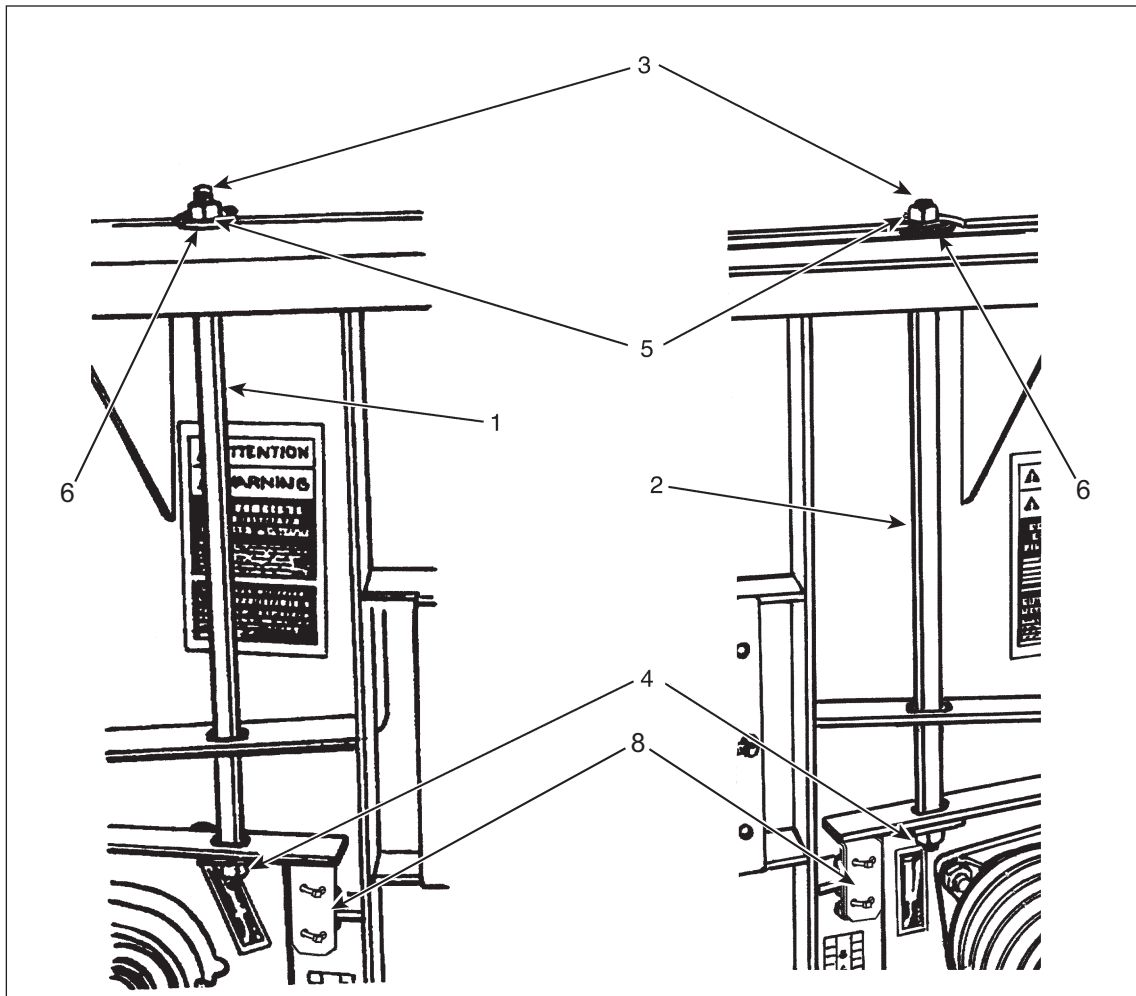

Figure 60
Installer la plaque de verrouillage (item 8 à la figure 60) de chaque côté. Cette plaque doit couvrir les boulons d'ajustement. Utiliser un attache de type "Tie-Wrap" afin de maintenir la plaque en place.
### ÉTAPE 13 - FIGURE 60